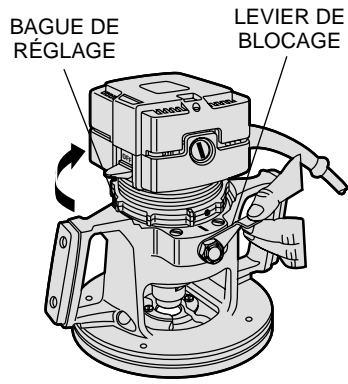

FIG. 6
4. Soulever la bague de réglage en la faisant tourner dans le sens antihoraire jusqu'à ce que la charnière s'insère tout juste entre le dessus de la plaque et le dessous de la bague de réglage (fig. 6).